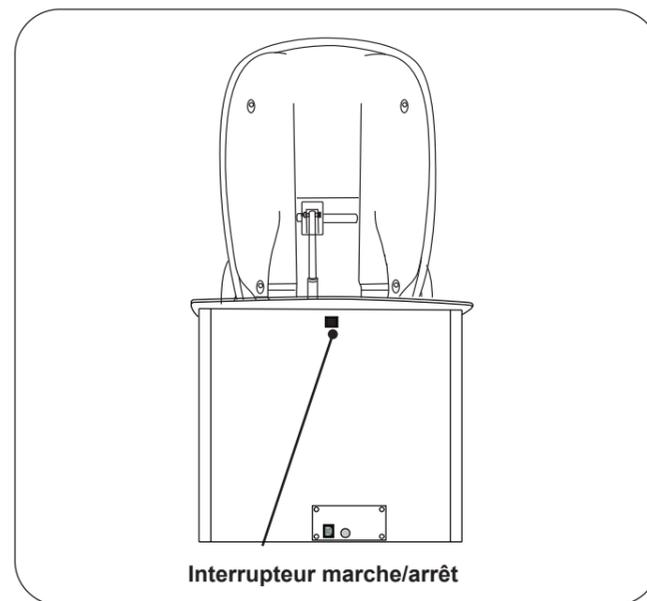

Figure 9. Interrupteur marche/arrêt de la pédale de commande
12. Branchez l'extrémité femelle du cordon d'alimentation dans la prise située en bas du panneau arrière (Figure 8). Branchez l'extrémité mâle du cordon d'alimentation sur une prise de 115 ou 230 V avec terre, selon votre configuration. Assurez-vous que l'interrupteur marche/arrêt noir de la pédale, situé à l'arrière de la table, est activé (Figure 9).